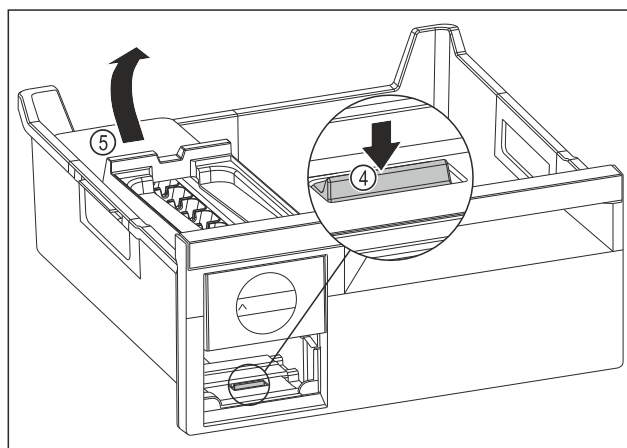

Fig. 141
► Izvadite tijelo sustava EasyTwist-Ice: Pritisnite jezičak Fig. 141 (4) prstom prema dolje i istovremeno drugom rukom podignite tijelo sustava EasyTwist-Ice Fig. 141 (5) straga.